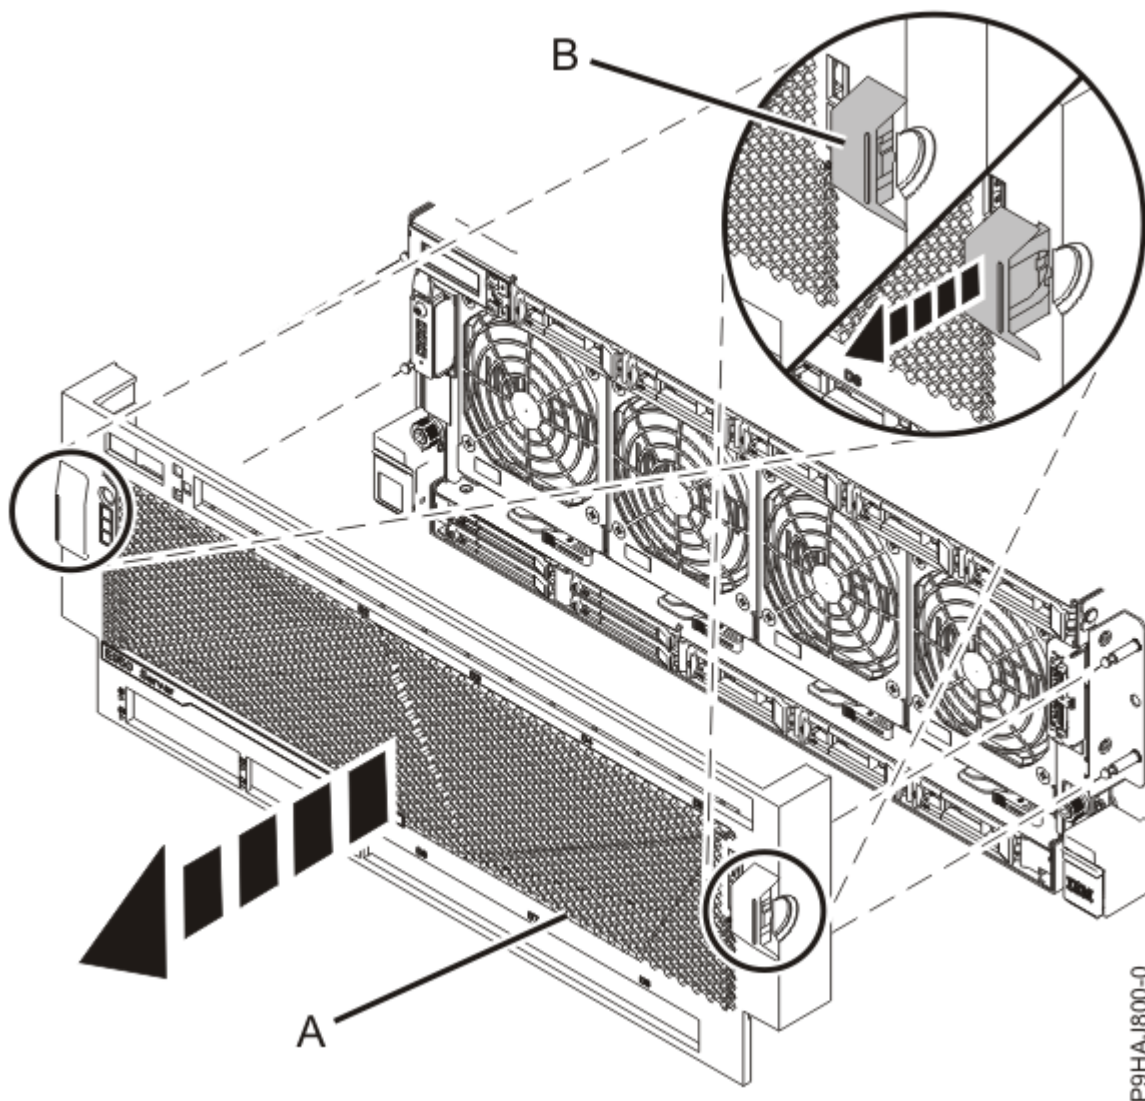

Figura 8: Extracción de la cubierta frontal
2. Ponga los dedos en las hendiduras **(B)** ubicadas en ambos lados de la cubierta, tal como se muestra en la Figura 8 en la página 11.
3. Tire de la cubierta **(A)** para extraerla del sistema, tal como se muestra en la Figura 8 en la página 11.